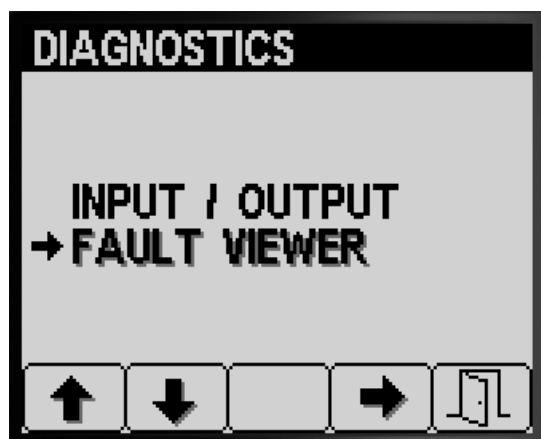

Рисунок 86
1. Нажимайте кнопку 1 или 2 на экране Diagnostics (Диагностика), пока не перейдете к пункту FAULT VIEWER (ПРОСМОТР НЕИСПРАВНОСТЕЙ) (Рисунок 86).
2. Нажмите кнопку 3 для выбора пункта FAULT VIEWER (ПРОСМОТР НЕИСПРАВНОСТЕЙ) (Рисунок 86).